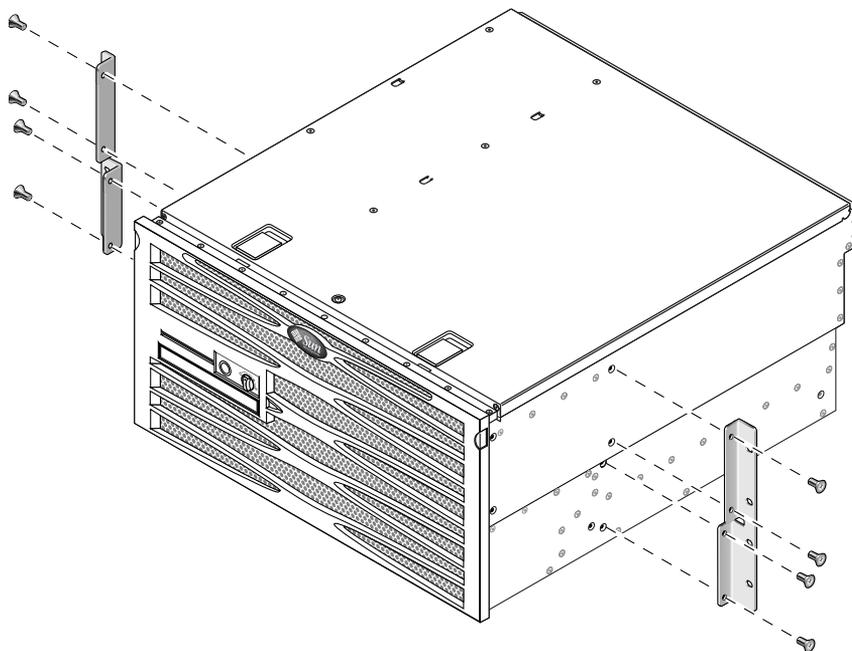

図 3-27 サーバー側面への側面固定部品の固定
2. M5×8 mm プラスのなべ頭ねじを 8 本 (各側面固定部品に 4 本ずつ) 使用して、サーバーの側面に側面固定部品を固定します (図 3-27)。